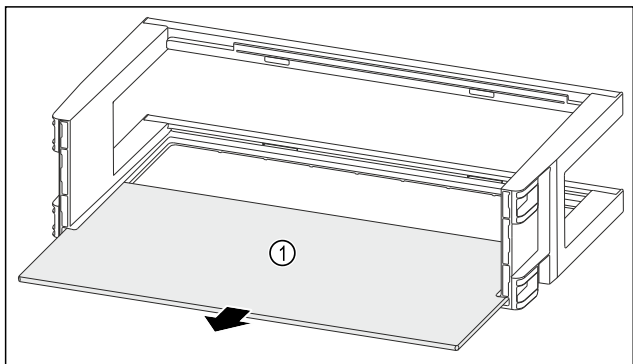

Fig. 107
- ▶ Odstranite polico za odlaganje Fig. 107 (1).